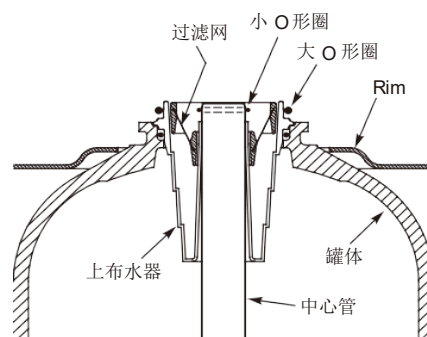

图40
- 7.取下小 O 形圈（见图 40）；
- 9.用水冲洗罐体顶部打开的部分，然后装上布水器和小 O 形圈，确保 O 形圈放置位置正确（见图 40）；